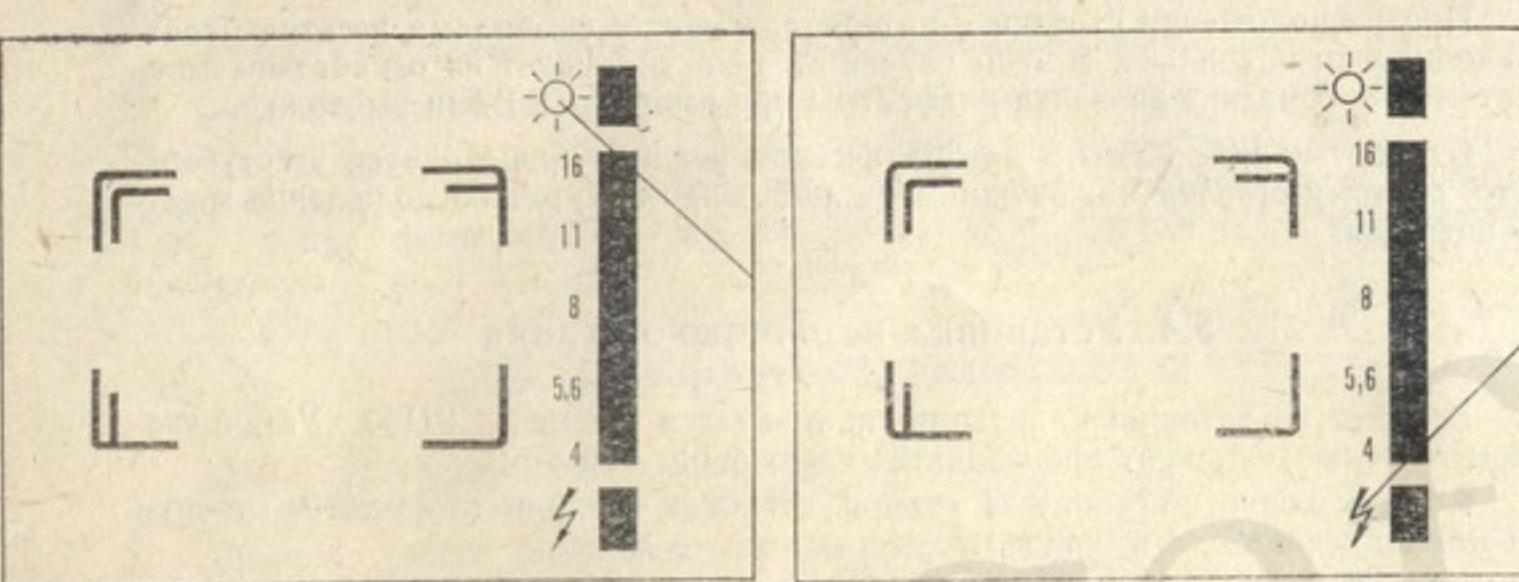

Рис. 5. Кадроограничительная рамка видоискателя
Для определения границ поля кадра в видоискателе имеются светящиеся кадроограничительные рамки (рис. 5).
5.4.4. Нажав на кнопку 13, проконтролируйте положение стрелки в окне видоискателя, если батарея годна, то в поле видоискателя стрелка должна совместиться с символом избытка освещенности. Если стрелка будет находиться ниже символа избытка освещенности, то необходимо проверить контакт источника питания или заменить батарею (см. рис. 5).